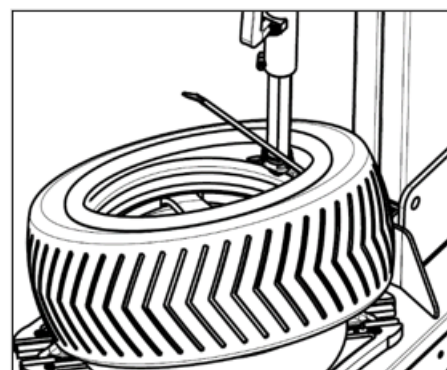

FIG29
- Tag slangen ud, og løft derefter den nederste dækkant op, så den kommer i kontakt med fælgens øverste kant og løsner den anden dækkant (FIG29). Træd på søjletiltpedalen (FIG3-10), og søjlen vipper bagud — nu kan dækket fjernes.